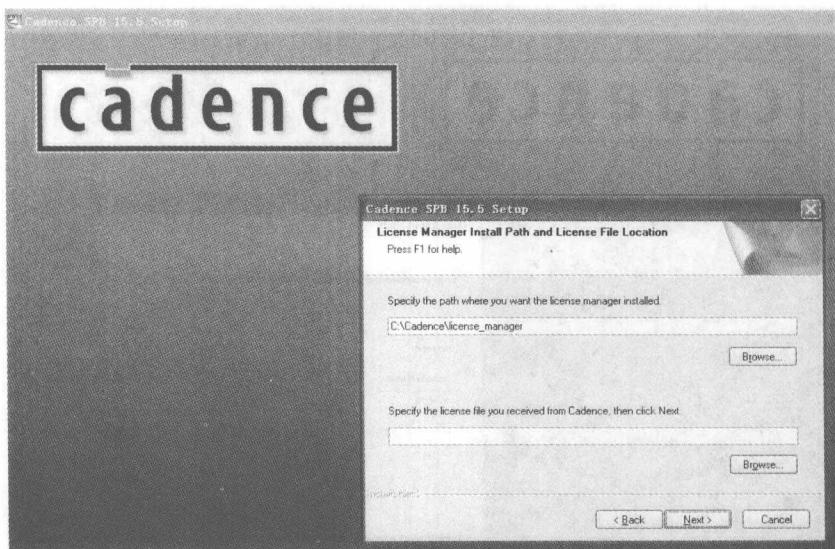
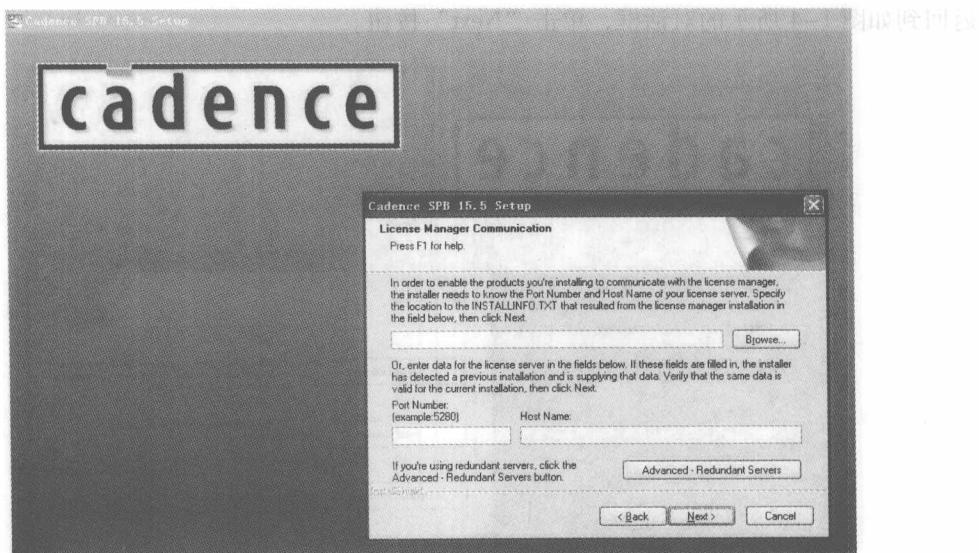

图 1-4 安装协议路径设置
图 1-5 安装协议设置
- 5) 在如图 1-4 所示的对话框中，单击“Next”按钮，出现如图 1-5 所示的对话框。
返回到如图 1-4 所示的对话框，单击“Next”按钮。
2) 出现如图 1-5 所示的对话框后，在指向安装有 License 文件的路径下，单击“Next”按钮。